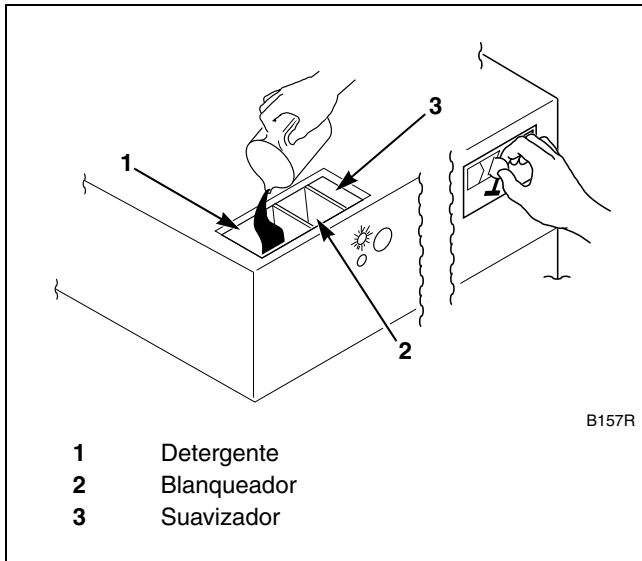

Figura 11
7. Eche líquido y polvos para llenar el distribuidor. Consulte la *Figura 11*.
8. Inserte las monedas en la máquina. A medida que se añadan las monedas, la pantalla irá contando la cantidad restante. Consulte la *Figura 11*.